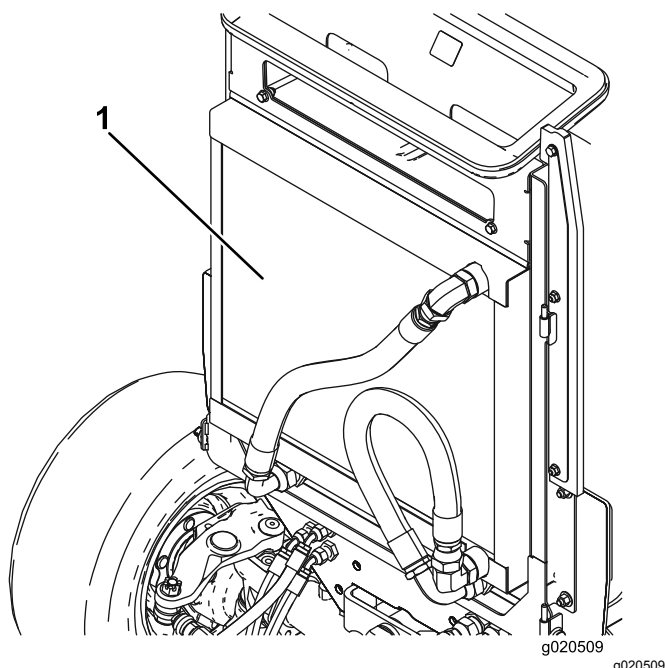

Figura 50
2. Limpie a fondo ambos lados de la zona del enfriador de aceite/radiador (Figura 50) con aire comprimido. Empezando en la parte delantera, sopla los residuos hacia la parte trasera. Luego, limpie desde atrás, soplando los residuos hacia